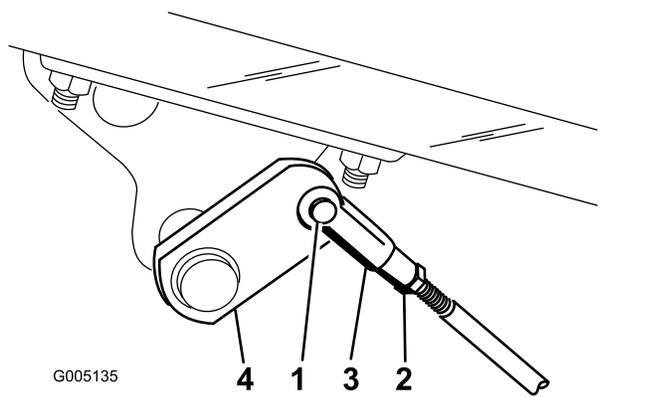

Рисунок 44
- A. Отсоедините штоки регулировки тормозов, сняв шплинт и шплинтуемый штифт (Рисунок 44).
- B. Отпустите контргайку и отрегулируйте вилку должным образом (Рисунок 44).
- C. Присоедините вилку к тормозному валу (Рисунок 44).